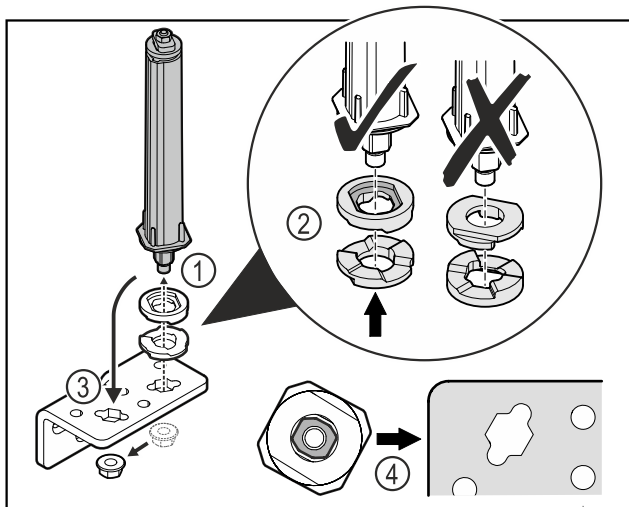

Fig. 40
- Uvoľnite maticu a odstráňte systém zatvárania dverí Fig. 40 (1).
- Dbajte na správne vyrovnanie podložiek na výškové prestavenie Fig. 40 (2).
- Premiestnite systém zatvárania dverí v uholníku závesu a zafixujte ho maticou Fig. 40 (3).
- Dbajte pri nasadzovaní na správne vyrovnanie systému zatvárania dverí Fig. 40 (4).